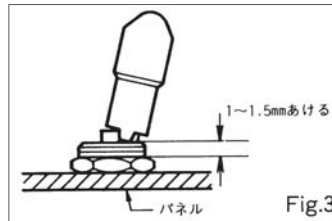

Fig.3
- (3) ロッキングトグルタイプ(**8E**)の取り付けはスリーブ上面より1~1.5mmあけて取り付けてください。動作不良の原因になることがあります。(Fig.3)
- (3) The locking lever type (**8E**) should be mounted by allowing 1 to 1.5 mm from the top surface of bushing. Neglecting this caution may result in operation failure. (Fig.3)